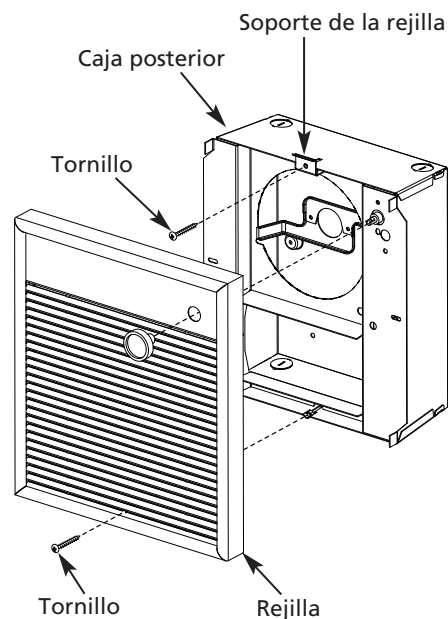

Figura 7
1. Fije el soporte de la rejilla con el tornillo suministrado en la parte superior de la caja posterior como indica la Figura 7, página 5.